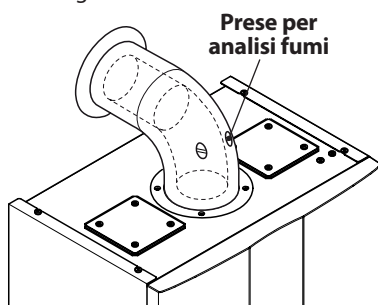

Figura 9.17
- Collegare un analizzatore fumi alle prese di analisi fumi poste sugli scarichi fumi della caldaia Figura 9.17.
- Verificare la combustione della caldaia utilizzando le prese posizionate sui tubi fumo (Figura 9.17) e confrontare i dati misurati con